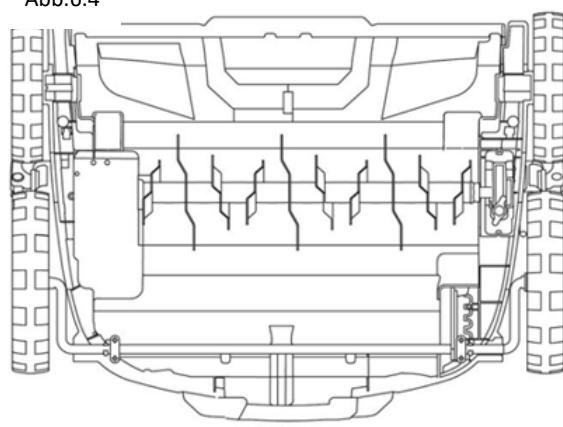

Abb.6.5
63. Utilizzo del rullo aeratore (Fig. 6.5)
- Installare il sistema delle pale della ventola invertendo la procedura di rimozione del sistema delle pale scarificatrici (Fig. 6.5).